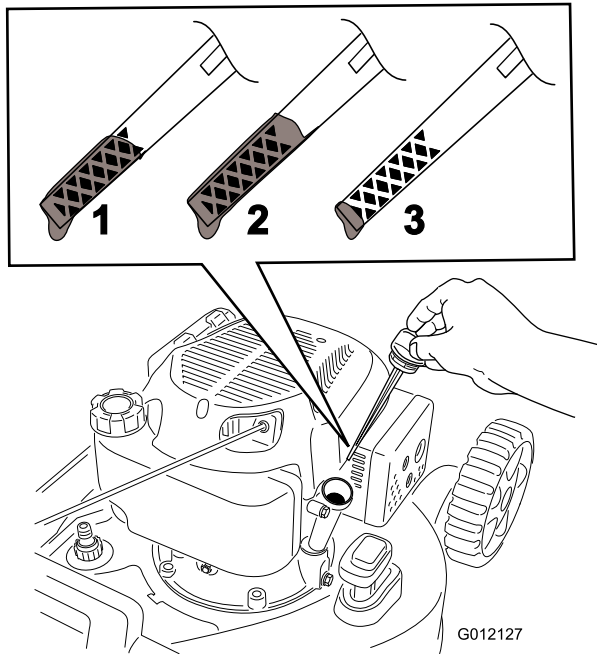

Bild 12
2. Entfernen Sie den Peilstab, indem Sie den Deckel nach links drehen und herausziehen (Bild 12).
5. Lesen Sie den Ölstand am Peilstab ab. (Bild 12)
- Wenn der Ölstand am Peilstab zu niedrig ist (Bild 12), füllen Sie langsam etwas waschaktives Öl (SAE 30 oder SAE 10W-30)
- Wenn der Ölstand am Peilstab zu hoch ist (Bild 12), lassen Sie Öl ab, bis der Ölstand am Peilstab richtig ist, siehe Wechseln des Motoröls (Seite 16).